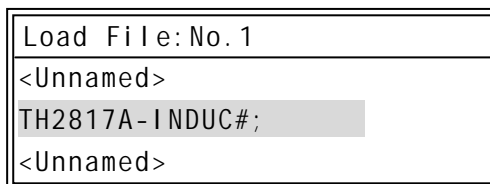

图 4-9 文件加载列表框
- **LOAD** 用来加载一个文件，即从内部非易失性存储器调用一组参数设置。按下软键后出现一个文件列表框，如图 4-9 所示。列表框显示了所有存在文件的文件名，使用上下方向键选择文件，同时框内第一行显示相应文件的文件号，选中需要的文件，按下 **OK** 软键加载此文件，如果想退出加载文件，按 **ESC** 软键。